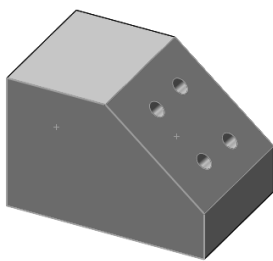

图 8-24 选择前面为左视
- [8] 在“第二方向”下，选择另一视图向为左视，与第一方向正交，选择前面为左视，如图 8-24 所示。